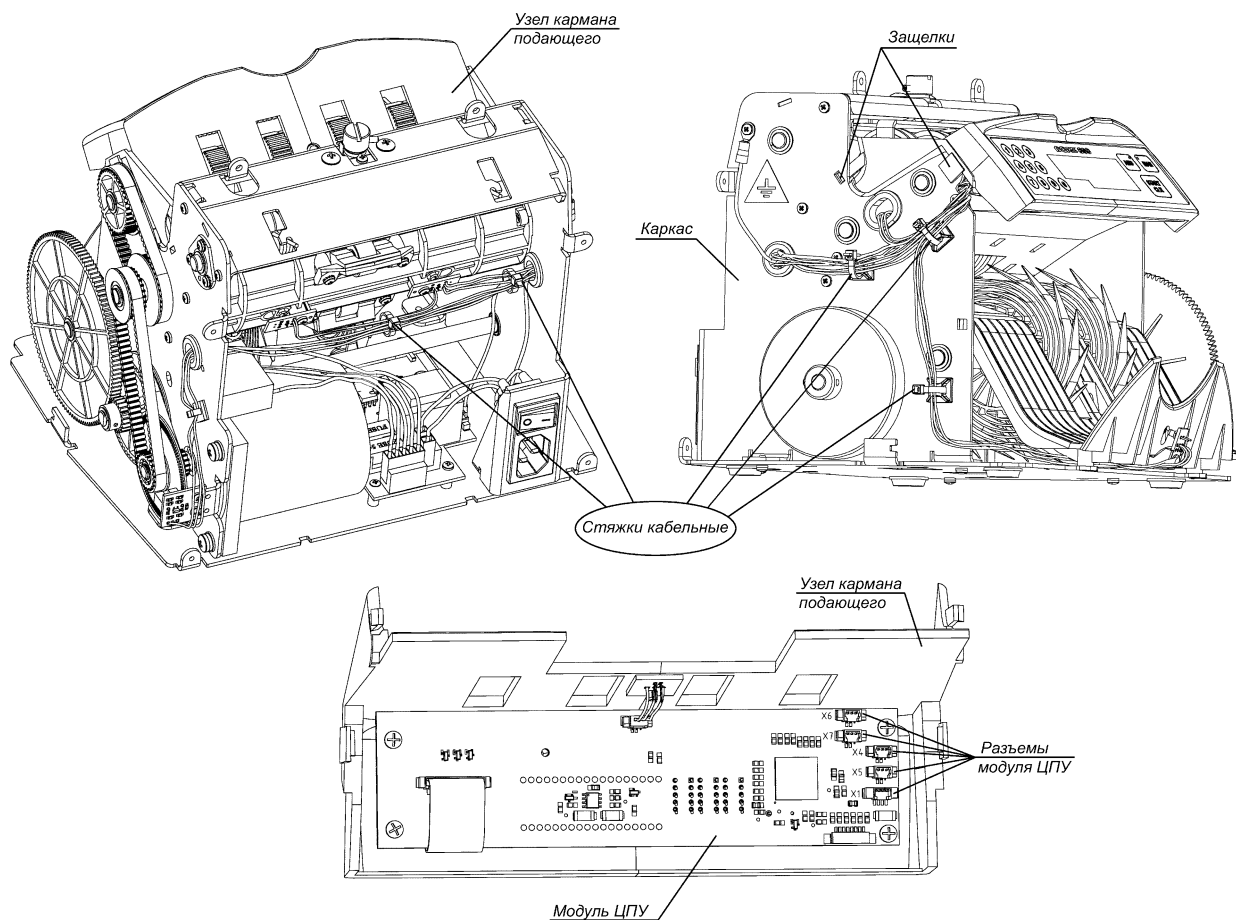

Рис. 7 (Узел кармана подающего DORS 600M2)
Рис. 7а (Узел кармана подающего DORS 620)
Кабели фиксировать, как показано на Рис. 7, 76.
1. Удалите две стяжки кабельные при помощи бокорезов (рис. 7).